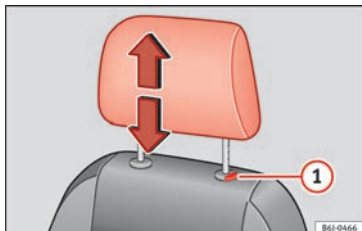

Bild 141 Främre nackskydd: ställa in eller ta bort
- Tryck på spärr **1** » » » bild 141 och ta bort nackskyddet.